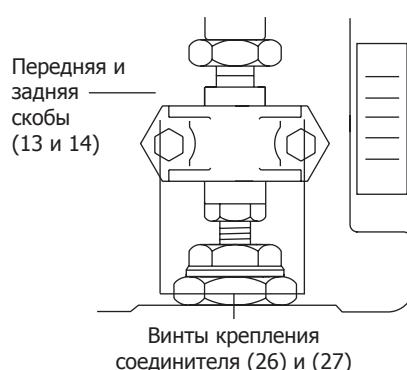
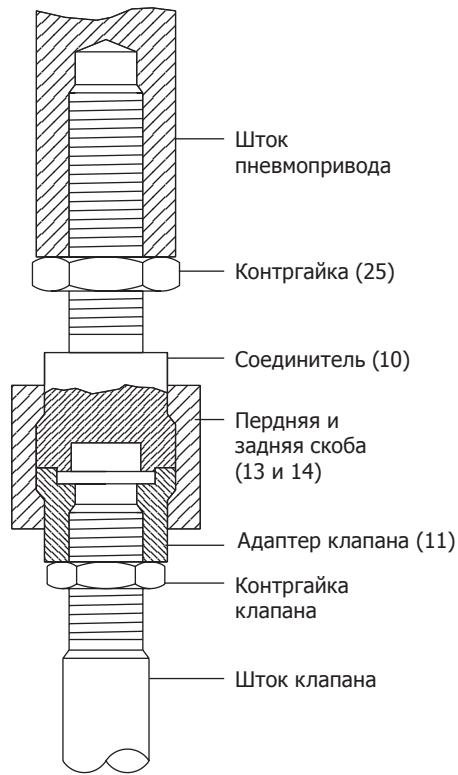

Рис. 3
Рис. 5 Установка пневмопривода на клапан
- Отдайте винты (26) и (27) (Рис. 3) и снимите адаптер (11).
- Используя два гаечных ключа отдайте контргайку (25).
- При плунжере плотно прижатом к седлу клапана выкручивайте верхнюю соединительную муфту (10) из штока пневмопривода до тех пор, пока она не коснется адаптера (11). Рукой затяните контргайку (25).
- Отключите управляющее давление, соберите переднюю и заднюю скобу (13) и (14) на штоке поверх адаптера (10) и (11) и слегка затяните фиксирующие болты (26) и (27). Для того, чтобы все компоненты встали на свои места четыре раза прогоните шток клапана от положения полностью закрыт к положению полностью открыт. Затяните гайки усилием 2 Н м.
- Используя два гаечных ключа отдайте контргайку (25)
- При плунжере плотно прижатом к седлу клапана выкручивайте верхнюю соединительную муфту (10) из штока пневмопривода, до тех пор, пока она не коснется адаптера (11) (Рис. 5)
- Соберите переднюю и заднюю скобу (13) и (14) на штоке поверх адаптера (10) и (11) и слегка затяните фиксирующие болты (26) и (27). Для того, чтобы все компоненты встали на свои места четыре раза прогоните шток клапана от положения полностью закрыт к положению полностью открыт. Затяните гайки усилием 2 Н м.